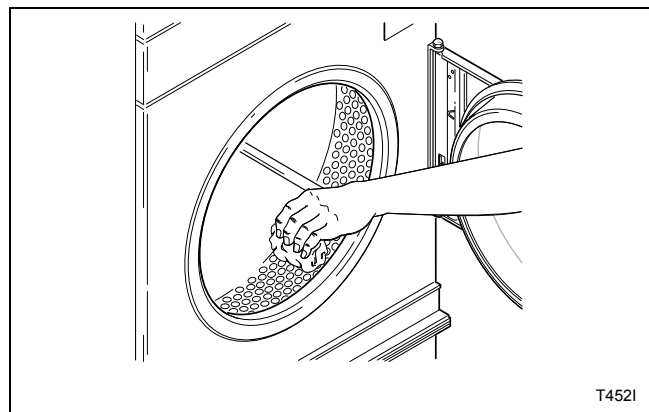

Figura 10
10. Limpie el cilindro con un limpiador o detergente general y una solución de agua. Consulte la *Figura 10*.